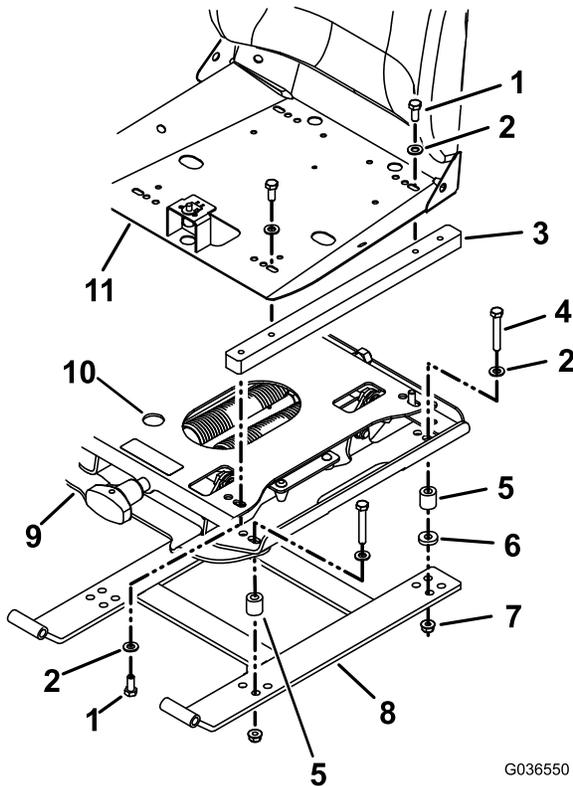
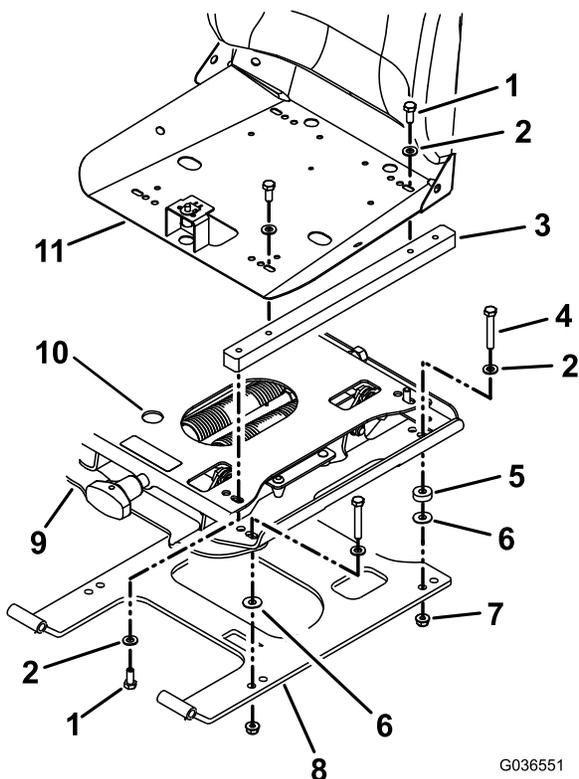

Figure 1
Figure 2
- A. Placez une entretoise longue (0,785 po) au-dessus du trou extérieur avant de la série de trous avant, de chaque côté du cadre (Figure 1).
- B. Placez une entretoise longue (0,785 po) et une entretoise courte (0,187 po) au-dessus du trou extérieur avant de la série de trous arrière, de chaque côté du cadre (Figure 1).
- C. Placez la suspension sur les entretoises en dirigeant les ressorts vers le haut et le bouton de réglage vers l'avant (Figure 1).
- D. Fixez la suspension au cadre du siège au moyen de 4 vis à tête hexagonale (5/16 x 2 po), 4 rondelles (5/16 po) et 4 contre-écrous (5/16 po), comme montré à la Figure 1.
- A. Placez une entretoise moyenne (0,25 po) au-dessus du trou avant de la série de trous avant, de chaque côté du cadre (Figure 2).
- B. Placez une entretoise moyenne (0,25 po) et une entretoise courte (0,187 po) au-dessus du trou avant de la série de trous arrière, de chaque côté du cadre (Figure 2).
- C. Placez la suspension sur les entretoises en dirigeant les ressorts vers le haut et le bouton de réglage vers l'avant (Figure 2).
- D. Fixez la suspension au cadre du siège au moyen de 4 vis à tête hexagonale (5/16 x 1-1/2 po), 4 rondelles (5/16 po) et 4 contre-écrous (5/16 po), comme montré à la Figure 2.
9. Fixez les barres adaptatrices à la suspension au moyen des vis à tête hexagonale (5/16 x 3/4 po) et rondelles (5/16 po) fournies (Figure 1 ou Figure 2).
10. Fixez le siège aux barres adaptatrices au moyen des vis à tête hexagonale (5/16 x 3/4 po) et rondelles (5/16 po) fournies (Figure 1 ou Figure 2).
Remarque: Acheminez le faisceau à partir de l'assise du siège (le cas échéant) avec précaution, comme montré à la Figure 1 ou Figure 2.
- A. Faites passer le faisceau par la suspension et par le trou (Figure 1 ou Figure 2).